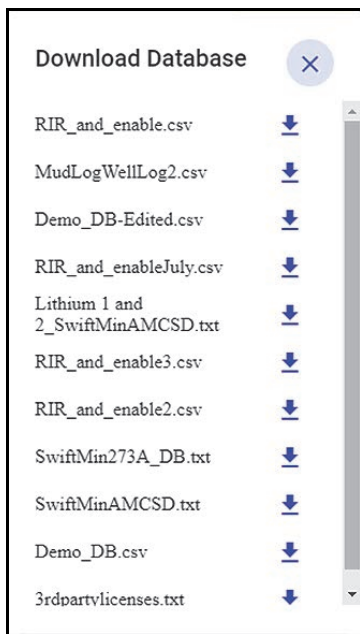

图 5-10 下载数据库对话框
2. 在对话框中，点击想要下载的数据库旁边的下拉箭头（参见第76页的图 5-10）。